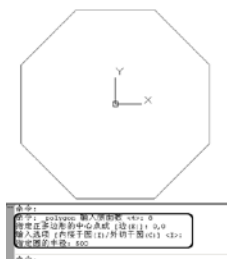

图 10.54 绘制正八边形
(1) 选择菜单栏中的【绘图】/【多边形】命令，在绘图页中参照如图 10.54 命令行中的参数创建正多边形。